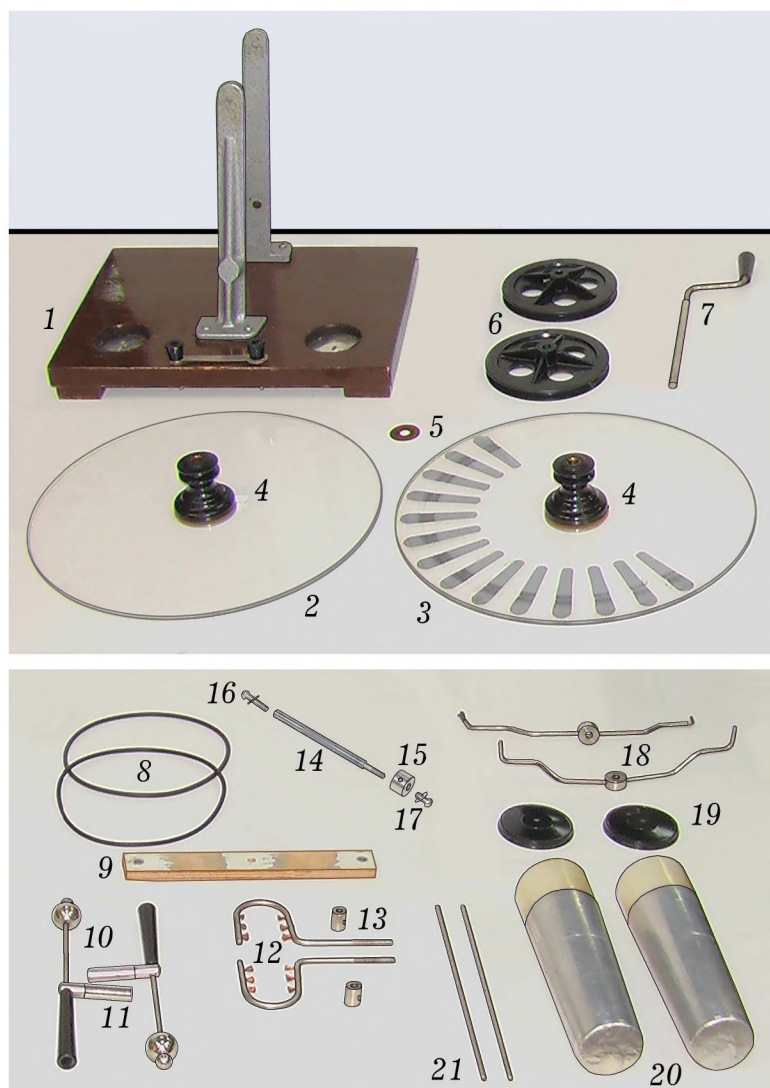
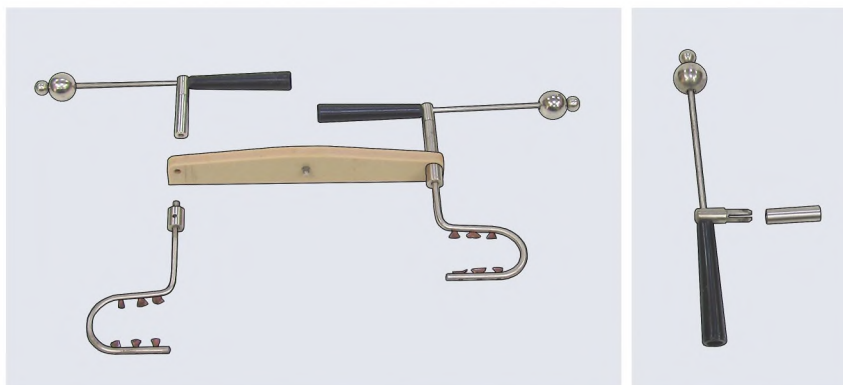
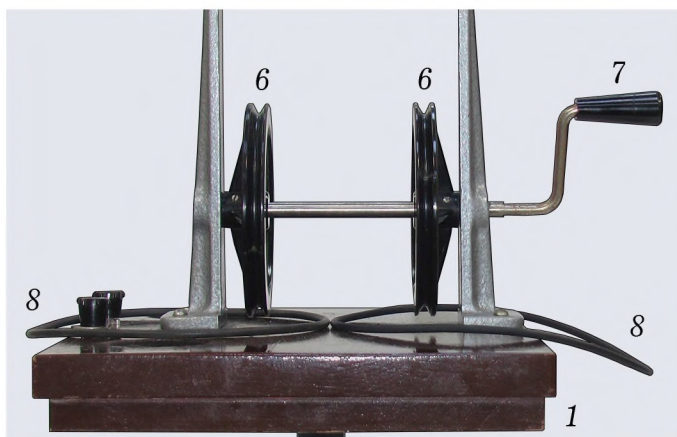

Рис. 3. Детали старой неработающей машины, показанной на следующем рисунке
Рис. 7. Показаны соединения разрядников с планкой и гребнями, а также крепление разрядника во втулке
Рис. 9. Большие шкивы, закрепленные на нижней оси с рукояткой; снятые с них и верхних шкивов резиновые ремни лежат на основании машины
Рис. 1. Взятая из инструкции [6] схематическое изображение электрофорной машины. Полезно сопоставить обозначенные здесь детали с указанными на рис. 3, где не выделены только клеммы 11 с откидной перемычкой
На рис. 3 изображены отдельные части и детали разобранной электрофорной машины. Запомните или придумайте собственные названия этих элементов. Понятно, что лучше всего поискать и найти для них общепринятые технические термины.
На фотографии (рис. 3) изображены детали разобранной машины, показанной на рис. 4. Это старая неработающая машина с самодельной фанерной планкой для крепления электродов. Обратите внимание, что в круглых углублениях основания 1 находится смятая алюминиевая фольга, которая обеспечивает контакт внешних обкладок лейденских банок 20 с лежащими на дне металлическими дисками. Эти диски под основанием соединены проводами с двумя клеммами (на рис. 1 они обозначены цифрами 11), ко-
1. Снятие передней части машины. Открутите винт *17*, который крепит планку *9* для электродов разрядника *10* (рис. 3). Аккуратно, перемещая вверх, снимите переднюю часть машины, состоящую из лейденских банок *19–21*, разрядника *10* с втулками *11*, планки *9* и гребней *12*. На рис. 5 приведена фотография, показывающая, что именно должно быть отделено от машины.
3. Разборка разрядника и одного из гребней. Разборку этого узла произведите, как показано на рис. 7. Для этого в отверстие гайки *13*, накрученной на хвостовик гребня *12* (рис. 3), вставьте конец прочного металлического прутка (удобно использовать хвостовую часть подходящего по диаметру сверла) и отверните гайку. Затем разъедините втулку *11* электрода, планку для разрядника *9* и гребень *12*. Внимательно изучите это соединение и разберитесь, как оно позволяет регулировать положение гребня относительно дисков машины.
4. Ремонт гребней. Гребни 12 для съема зарядов с лепестков изготовлены из металлических дуг с отогнутым под прямым углом концом. Острия гребней выполнены из трех пар пучков тонкой медной проволоки, закрепленных в отверстиях дуг. Слегка распущенные концы этих пучков обращены навстречу друг другу (рис. 7) и в действующей машине направлены к лепесткам на дисках 2 и 3. Ремонт гребней обычно состоит в очистке и распутывании медной проволоки, из которой составлены пучки. При отсутствии одного или нескольких пучков их нужно изготовить из медной проволоки без изоляции диаметром примерно 0,12 мм. Подойдет провод специальной оплетки для удаления припоя, которую можно приобрести в радиомагазине.
3. Снятие дисков. Ось 14 с дисками 2 и 3 выведите из области между стойками, затем снимите с нее нейтрализаторы 18, приводные ремни 8, диски с малыми шкивами 4 и находящуюся между дисками промасленную картонную прокладку 5 (рис. 3). Резиновые ремни просто положите на основание машины (рис. 9).